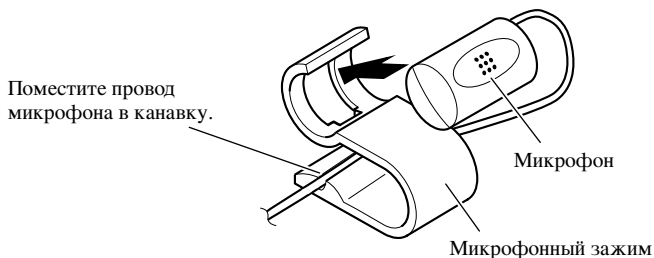

Рис. 18
1. Установка микрофона на микрофонном зажиме. (Рис. 18)